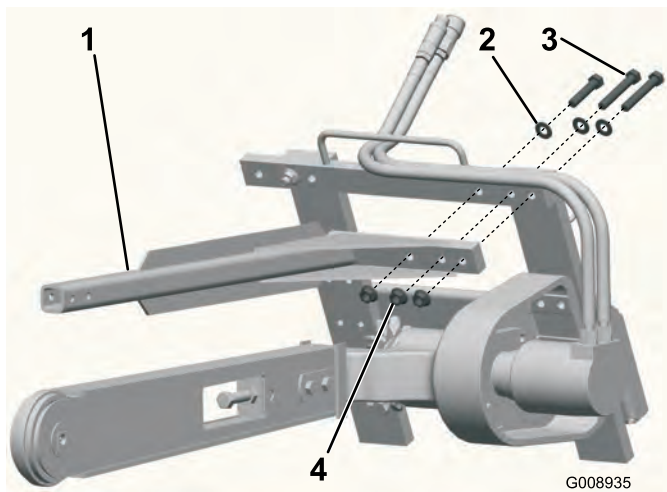

Figure 4
1. Retirez les 3 boulons, rondelles et écrous à embase situés sur l'angle supérieur gauche du bâti de la trancheuse (Figure 4).
- À l'aide des fixations enlevées précédemment, montez la barre de sécurité de la trancheuse comme illustré à la Figure 4.